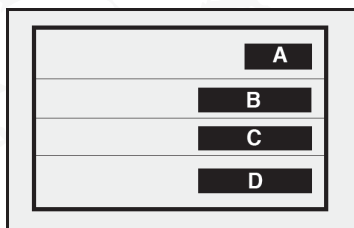

fig. 3
**PLACA DE IDENTIFICACIÓN DE LA PINTURA DE LA CARROCERÍA - fig. 3**